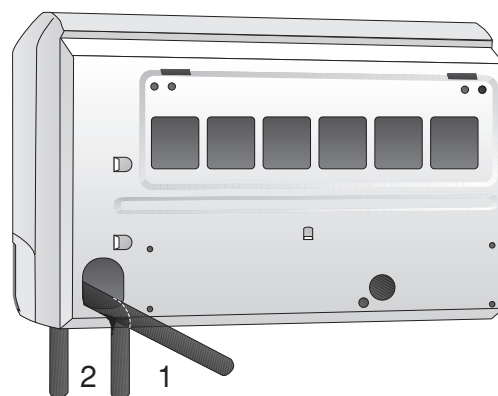

Рис. 2
- Трубки для хладагента могут быть выведены в одном из двух направлений (см. рис. 2).